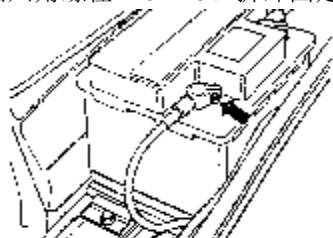

图 11-3 断开蓄电池导线
(1) 蓄电池的拆卸步骤
- ①首先在蓄电池负极上断开蓄电池接地线。
- ②然后断开蓄电池导线。如图 11-3 所示。